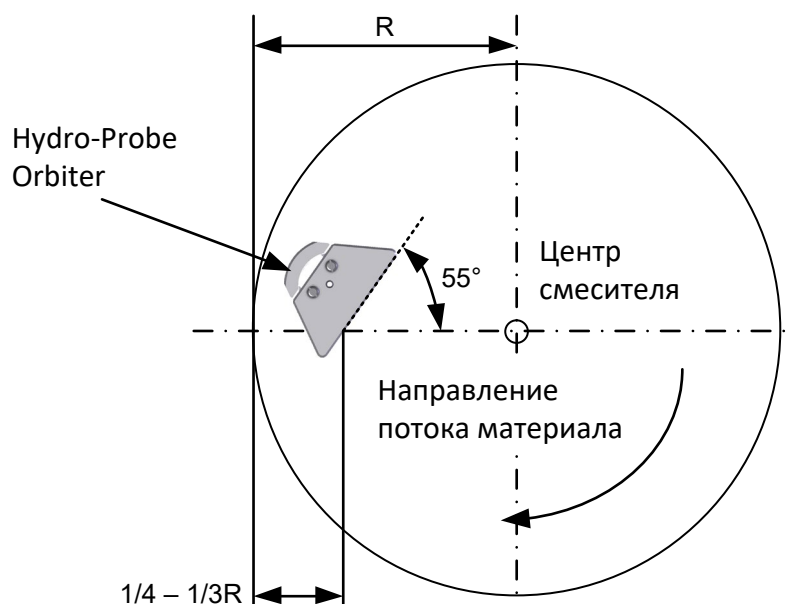
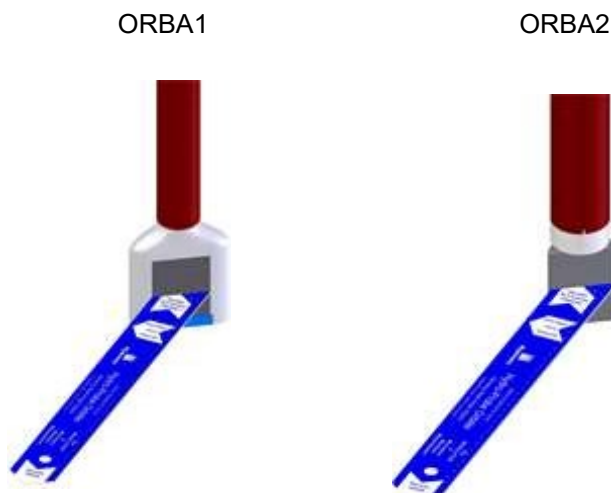

Рисунок 16: Настройка оптимального угла наклона головки
Рисунок 17: Приспособление для установки угла керамической лицевой пластины датчика Hydronix
Датчик следует закрепить вдоль кронштейна лопасти смесителя в точке, отстоящей от боковой стенки приблизительно от 1/4 до 1/3 радиуса смесителя (см. Рисунок 16). Керамическая лицевая панель измерительного зонда должна быть расположена под углом 55° к центру смесителя; этот угол можно установить с помощью устройства выравнивания из комплекта поставки (подробные сведения см. на Рисунок 17).
Измерительная головка должна располагаться в области с наиболее равномерным потоком материала. Обычно эта область находится на расстоянии от одной четверти до одной трети радиуса от наружного края стенки смесителя. (Рисунок 17)
Четыре ослабленных болта зажима измерительного зонда позволяют вращать зонд на угол, составляющий приблизительно 300° (Рисунок 15). Измерительный зонд снабжен механическим стопором, предохраняющим внутренние кабели от перекручивания. Если механический стопор не позволяет установить керамическую лицевую пластину под требуемым углом относительно потока материала (Рисунок 16), заново установите головку датчика Hydro-Probe Orbiter на монтажную штангу под другим углом. Когда стопорный болт не установлен, во избежание повреждения внутренних кабелей не следует поворачивать зонд.
- Обычно хорошие результаты достигаются при угле наклона 55° . Для установки этого угла используйте прилагаемое специальное приспособление (Рисунок 17).